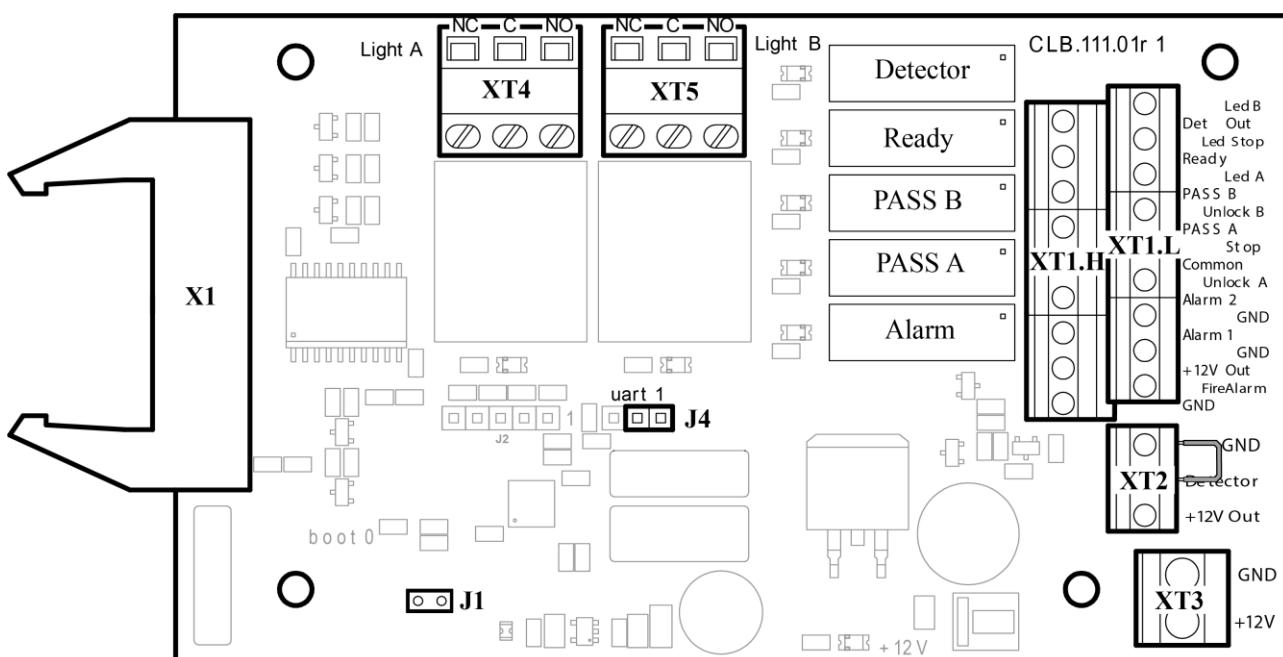

Рисунок 5. Внешний вид платы CLB
ПДУ подключается к плате CLB гибким многожильным кабелем (11) через клеммную колодку **XT1.L** (см. рис. 5 и 12).
Изменить ориентацию ПДУ относительно установки турникета (если по месту установки турникет обращен к оператору не лицевой, а тыльной стороной) можно, поменяв местами провода от ПДУ, подключаемые на контакты *Unlock A* и *Unlock B*, а также *Led A* и *Led B* соответственно (см. рис. 5 и 12).
На плате CLB (см. рис. 5) расположены:
Подключение указанных устройств производится с помощью кабеля (11) к соответствующим клеммным колодкам **XT1.L** и **XT1.H** платы CLB в соответствии со схемой электрических соединений (см. рис. 5 и 12).
Обозначения установленных на плате CLB клеммных колодок и назначение их контактов показаны на рис. 5.
Факт срабатывания / отпускания реле **PASS A**, **PASS B**, **Ready**, **Detector** и **Alarm** можно определить по загоранию/гашению красных индикаторов, которые установлены вблизи указанных реле (см. рис. 5).
Режим управления определяется наличием перемычки на разъеме **J1** (расположение разъема **J1** показано на рис. 5: перемычка установлена – импульсный режим управления, перемычка снята – потенциальный режим управления). При поставке перемычка установлена.